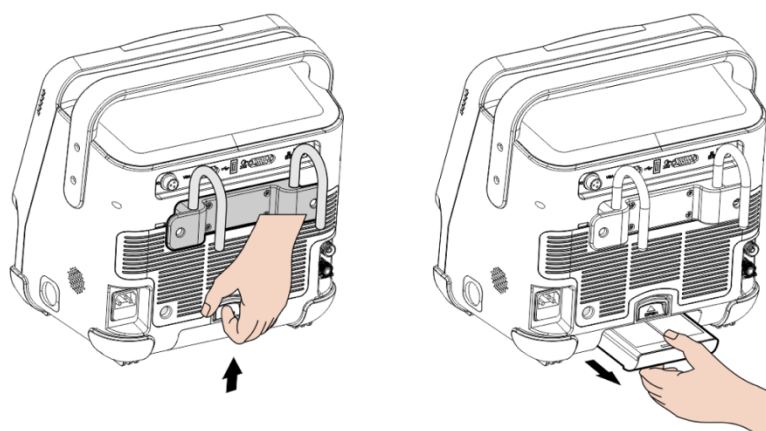

Fig. 11-1 Ouverture du verrou de batterie et retrait de la batterie
3. Retirez la batterie déchargée du compartiment de la batterie (voir Fig. 11-1).